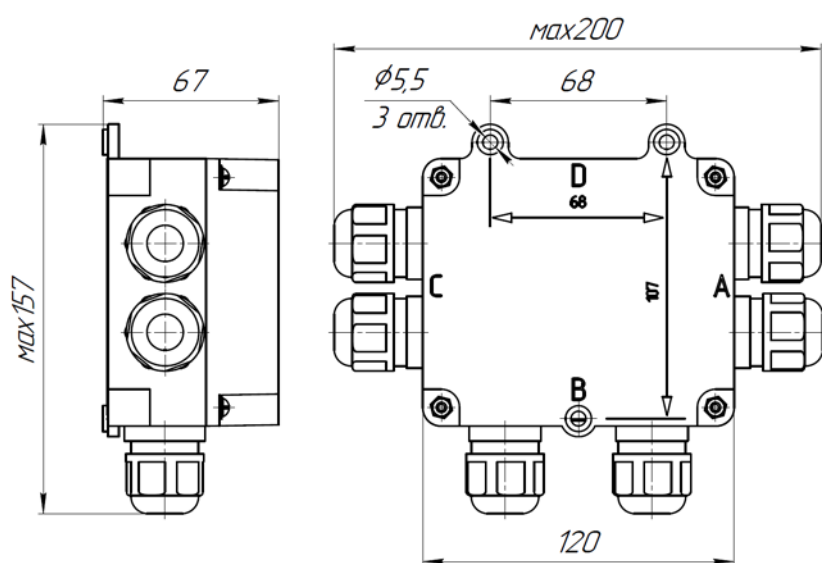

Рис. 1. Установочные и габаритные размеры устройства соединительного.
4.5. На несущую поверхность закрепить УСБ «СЕВЕР» тремя шурупами, пропущенными через отверстия в основании согласно установочным размерам (рис. 1).
2.6. Габаритные и установочные размеры приведены на рис. 1.